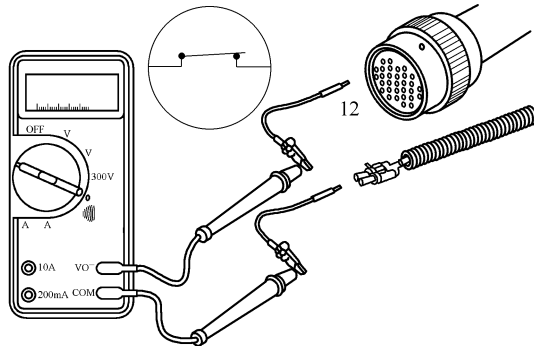

图 5-183 测量 31 针插头触针 12 与电磁阀插头端子间的电阻
③ 断开 31 针插头, 测量 31 针插头触针 12 与风扇离合器电磁阀插头端子间的电阻 (图 5-183),